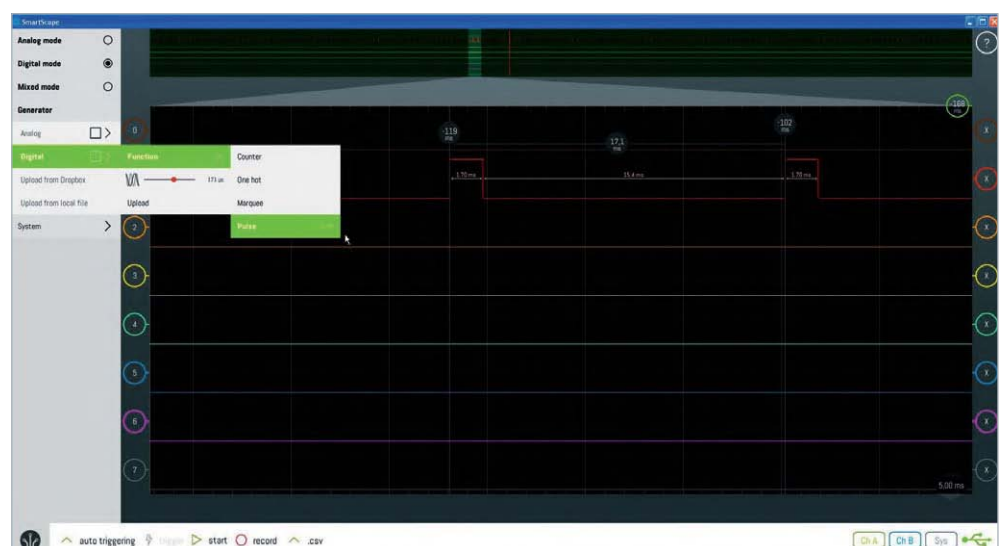

Bild 14: Digitalsignalgenerator: integrierte Signalform
Mit dem Digitalsignalgenerator des SmartScope lassen sich vier digitale Signale (3,3 V oder 5 V) mit jeweils bis zu 50 MHz erzeugen. Auch hier kann man auf vorinstallierte Signalverläufe zugreifen (Bild 14) oder per Excel eigene digitale Signalverläufe definieren, diese in Excel als .csv-Datei exportieren und die .csv-Datei in das SmartScope laden.
- Viele Messpunkte (horizontal/vertikal) durch Wischen vom Rand einfügbar (Bild 14). Differenzmesswerte werden automatisch zwischen letztem und vorletztem Messpunkt angezeigt. Durch Anklicken von Differenzmesspunkten zwischen Frequenz und Zeit umschaltbar